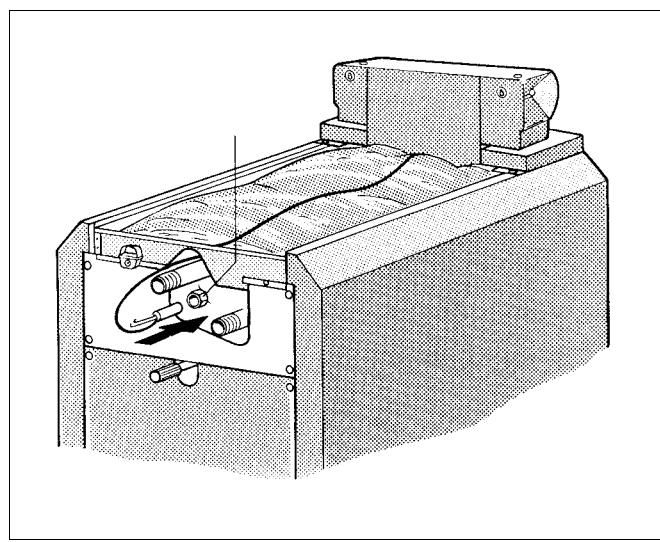

Рис. 17 Место замера
- Проведите капиллярные трубы температурных датчиков и провод датчика температуры к месту замера (рис. 17, поз. 1). При этом размотайте их только на необходимую длину.